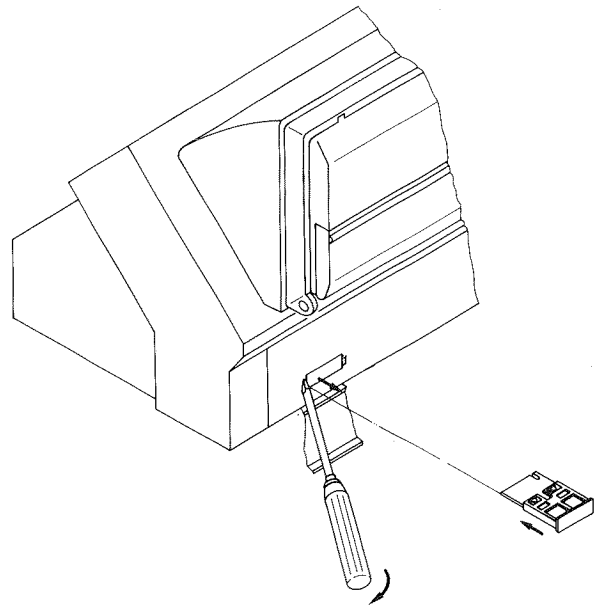

Abb. 3.17
2. Blindabdeckung aus der Regelung ausrasten (Abb. 3.17).
Codierstecker nach Abb. 3.17 in die Regelung einschieben (Codierlücke nach rechts).